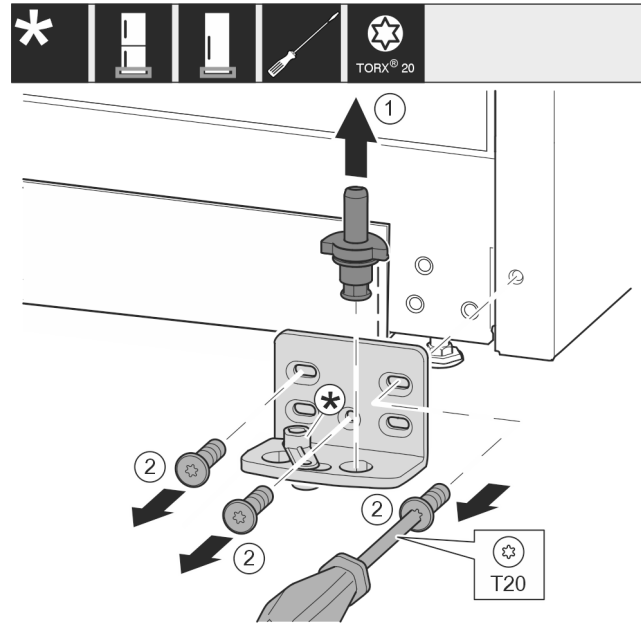

Fig. 16 \*
- ▶ Húzza ki teljesen a csapszeget Fig. 16 (1) felfelé.\*
- ▶ Tekerje ki a csavarokat Fig. 16 (2) csavarhúzóval, és vegye le a csapágybakot.\*